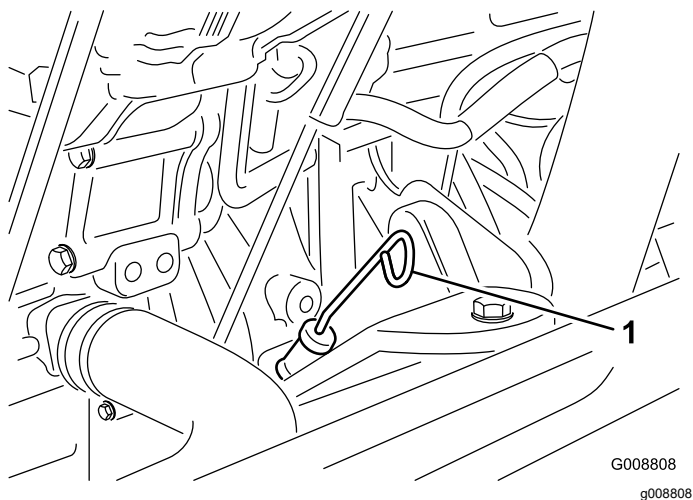

图 33
3. 取出量油尺擦拭干净插入管道中然后再次拉出。油位应处于安全范围 (图 33)。